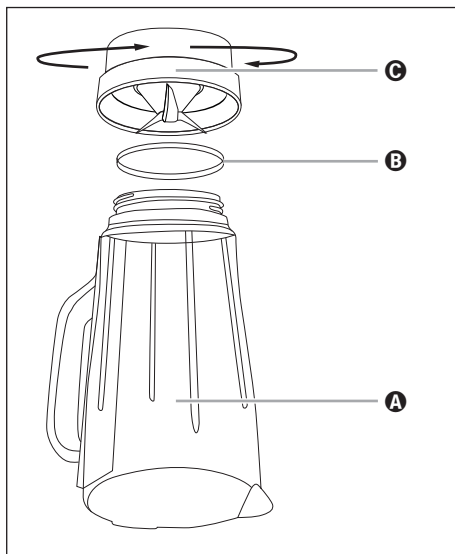

Fig. 4
- 2) Stil produktet på hovedet, og drej blenderkandens ③ plastdel Ⓒ mod urets retning, så den kan løsnes fra blenderkandens ③ glasdel Ⓐ (se fig. 4).
- 6) Sæt tætningssringen Ⓑ rigtigt ind i plastdelen Ⓒ igen. Sæt blenderkandens ③ plastdel Ⓒ på blenderkandens ③ glasdel Ⓐ igen, og skru plastdelen Ⓒ fast i urets retning.